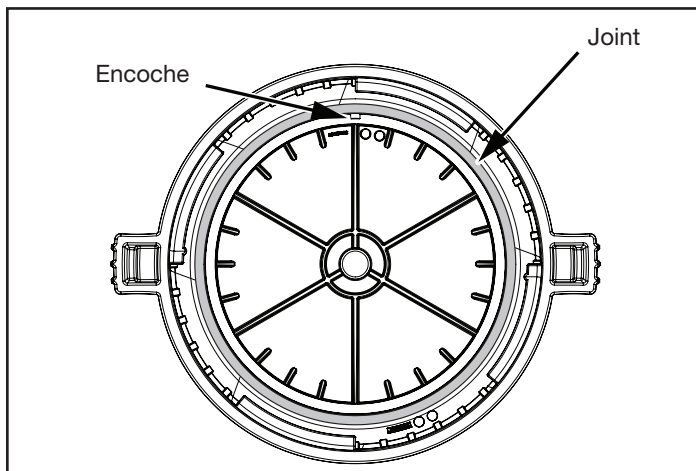

Figure 9. Joint torique dans le couvercle
7. Inspecter le joint torique situé dans le couvercle à la recherche de débris ou de dommages. Reportez-vous à la Figure 9. Si nécessaire, insérer un tournevis à tête plate dans l'encoche pour aider à retirer le joint torique. S'il y a des signes de dégradation, d'imprégnation de débris ou de déchirure du joint torique, remplacer immédiatement le joint d'étanchéité. Utiliser uniquement des lubrifiants pour joints toriques à base de silicone pour faciliter l'assemblage.